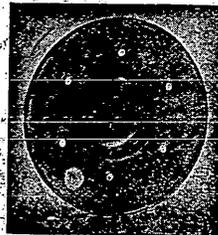

Рис. 8. Светомаскировочная вставка к подфарнику
8. Подфарники грузовых автомобилей маскируются вставками (рис. 8), устанавливаемыми между прокладкой стекла и корпусом.